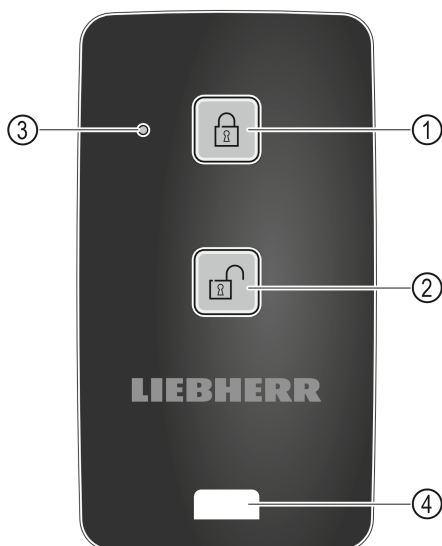

Fig. 165
- (1) Slot vergrendelen
- (2) Slot ontgrendelen
- (3) Statusled
- (4) Bevestigings oog
- ▶ Toets Fig. 165 (1) op de afstandsbediening indrukken.
- ▶ Toets Fig. 165 (2) op de afstandsbediening indrukken.
- ▶ Statusled Fig. 165 (3) geeft bij indrukken van een toets een optische terugmelding.
- ▶ Oog Fig. 165 (4) voor de bevestiging van de afstandsbediening, bijvoorbeeld aan een sleutelbos.